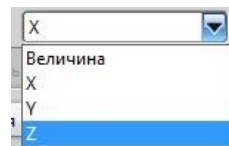

рис.8
- В поле *Компонент* нужно указать – вдоль какой оси вы хотите показать своё *Перемещение* (рис.8). В нашем случае – вдоль оси Z.